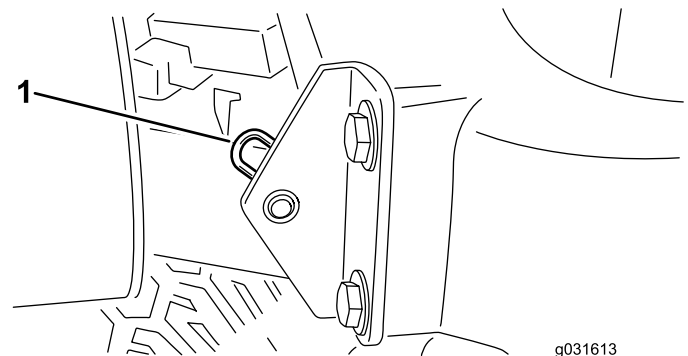

Figura 35
2. Togliete la coppiglia che fissa il perno del cofano alle staffe di montaggio (Figura 35).